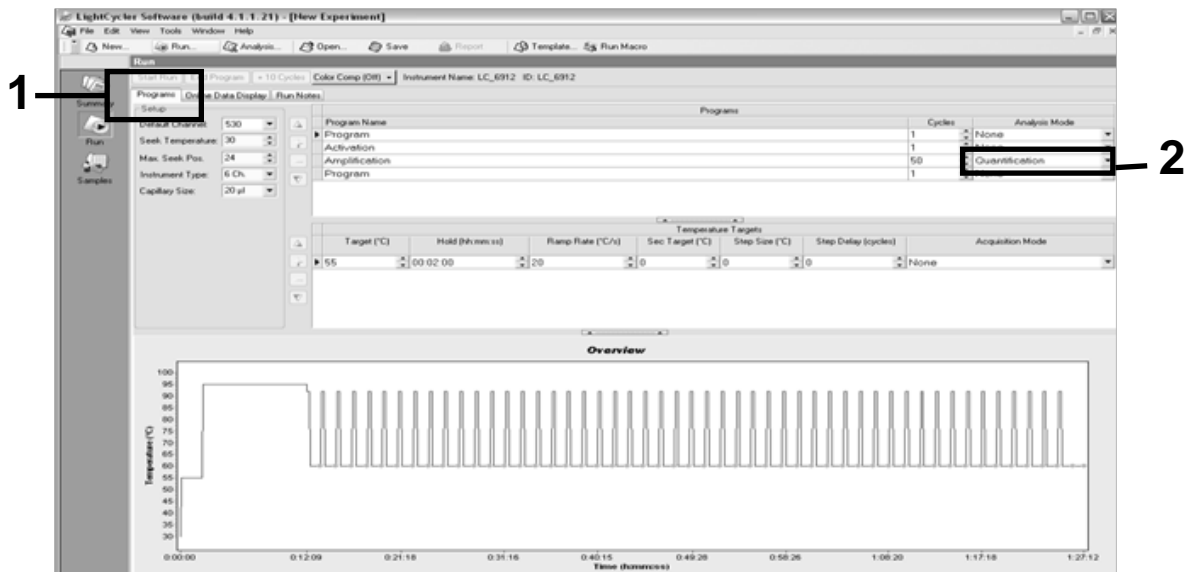

Abbildung 28. Programmierungs-Bildschirm beim LightCycler 2.0 Thermocycler.
10. **Programmieren Sie den Thermocycler (siehe Abb. 28) mit dem zyklischen Temperaturprogramm, wie in Tabelle 13 angegeben.**